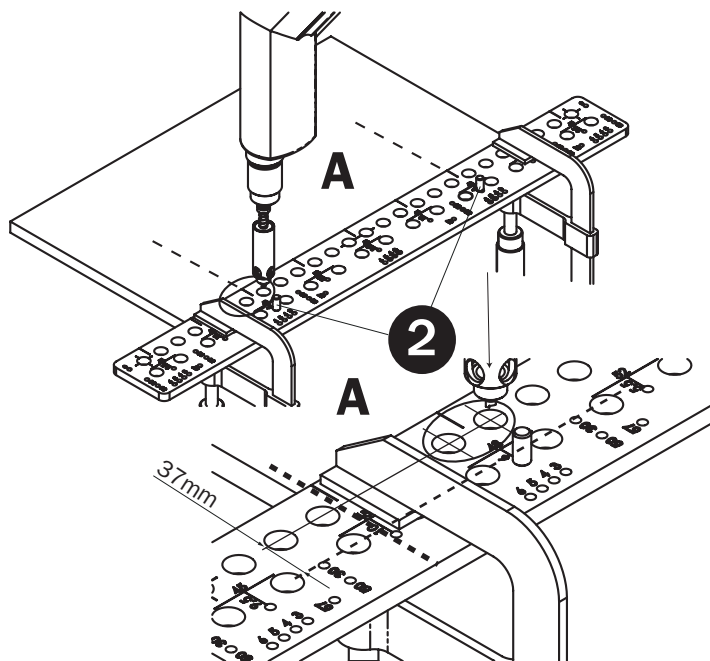

Fig. 14
Inserite due perni (pos. 2) in due fori arbitrari in fila per indicare il centro dei cardini (**Fig. 14**). Posizionate **CMT900** sul pezzo di lavoro in modo che l'asse centrale del passo scelto della cerniera sulla dima corrisponda all'asse centrale sul pezzo di lavoro e che i perni aderiscano al bordo anteriore del pezzo di lavoro. Usate l'adattatore portapunta **CMT400-1** con la punta per i fori non passanti del diametro di 3mm per viti da legno o di 5mm per viti euro.
Assicuratevi che i perni aderiscano sul bordo anteriore della tavola e che l'asse della cerniera sulla dima di foratura sia nello stesso punto come l'asse della cerniera sul pezzo di lavoro. Fissate la dima di foratura al materiale da forare mediante dei morsetti. Impostate la profondità della foratura sull'adattatore portapunta a seconda delle viti usate. Inserite l'adattatore portapunta con la punta corrispondente nella fila di fori principale e effettuate un foro a destra dall'asse e un foro a sinistra dall'asse (**dettaglio Fig. 14**). Mantenete la direzione giusta della rotazione: le punte sono di tipo destrorso.